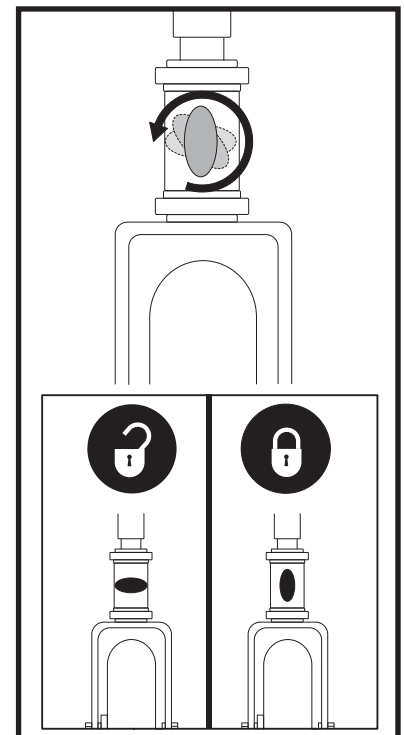

Abb.22.Lenkersicherungshebel
1. Schlüssel aus dem Schlüsselschalter entfernen. Für modell 104, Justieren Sie den Lenker in eine gerade Position, indem Sie den Lenkersicherungshebel eindrücken und gleichzeitig 90° im Uhrzeigersinn drehen. **Siehe Abb. 22.** Das Vorderrad muß nach vorne gerichtet sein, um den Lenker festzustellen.